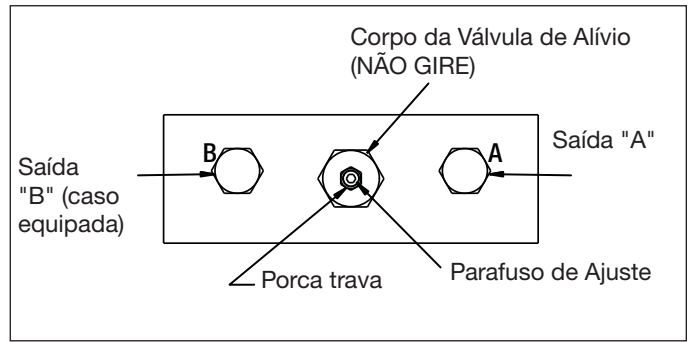

Figura 10
1. Instale um manômetro 0-1,035 bar [ 0-15,000 psi ] na saída “A” (ver figura 10).
1. Instale um manômetro 0-1,035 bar [l a 0-15,000 psi] na saída “A” (ver figura 10).